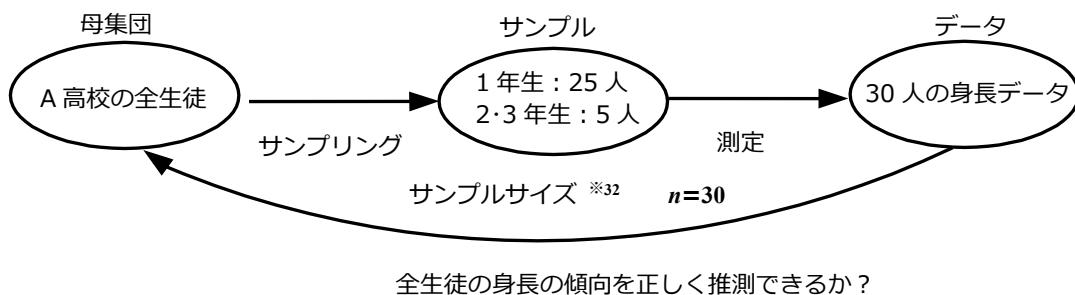

図2.3 サンプリングに偏りがある場合
(1) で取り上げたA高校に在籍している生徒の身長の傾向を把握することを考えます。そのために、母集団である全生徒から30人をサンプリングするとします。このとき、1年生から25人、2年生と3年生から残りの5人をサンプリングした場合には、サンプルの結果から母集団を正しく推測できるでしょうか（図2.3）。この場合は、明らかに1年生に偏った身長の推測となりますので、学年に偏りなくランダムに抽出することが必要です。そのためには、学年別に層別〔2.3節（8）、p.24参照〕してサンプリングすることも一つの方法です。